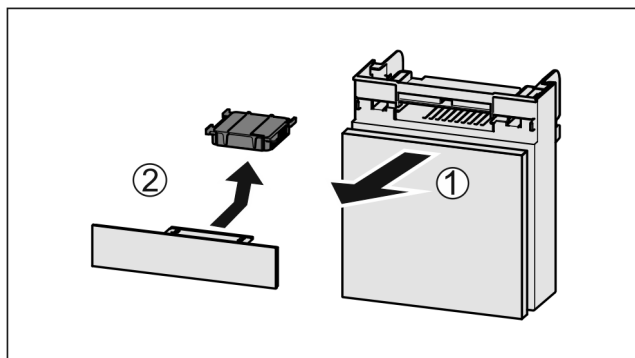

Fig. 212
- Trekk ut Fig. 212 (1) hyllen fremover.
- Ta ut Fig. 212 (2) aktivkullfilteret.